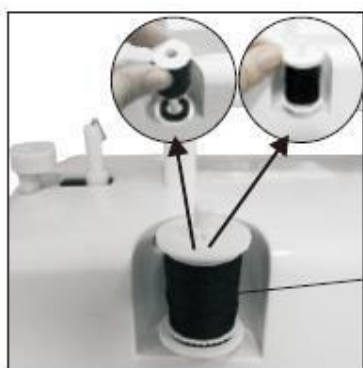

Рисунок 20
1. Поместите катушку с нитью на стержень шпульки. (Рисунок 20)